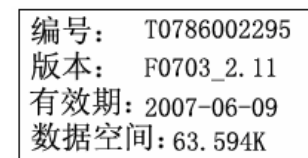

图 4-22
(2) 进入系统信息接口可以显示主机编号、主机程序版本、注册码以及剩余内存空间。见图 4-22